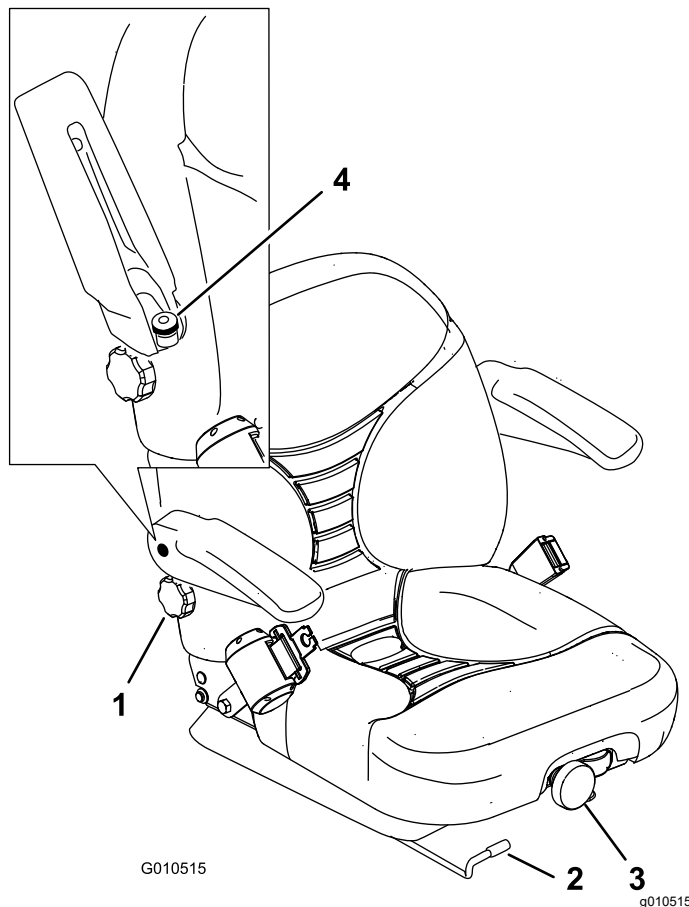

図 33
1. 調整は、レバーを横に動かしてシートのロックを解除して行う 図 33。
運転席の調整は、前部についているノブを回して最も乗り心地が良い位置にセットします 図 33。
背もたれの調整は、右側悪レストの下にあるノブを回して最も乗り心地が良い位置にセットします 図 33。
調整は、アームレストを上げ、ノブを回して行います 図 33。